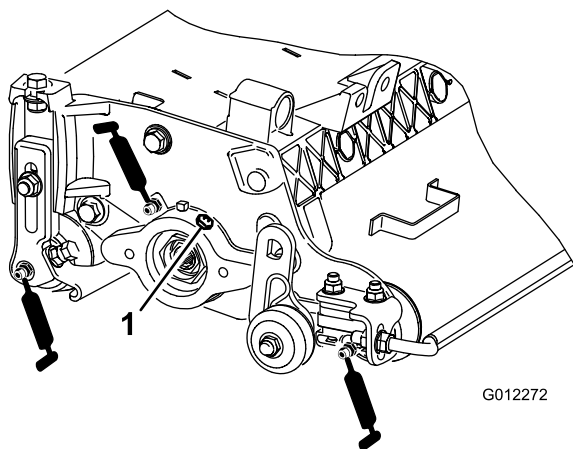

図 8
1 台のバーチカッターに 7 カ所のグリスポイントがありますから（図 8）、1 週間ごとにそれぞれのポイントにNo.2 リチウム系汎用グリスを補給してください。
2. きれいなグリスがローラのシールやベアリングの逃がしバルブからはみ出してくるまでグリスを注入する（図 8）。